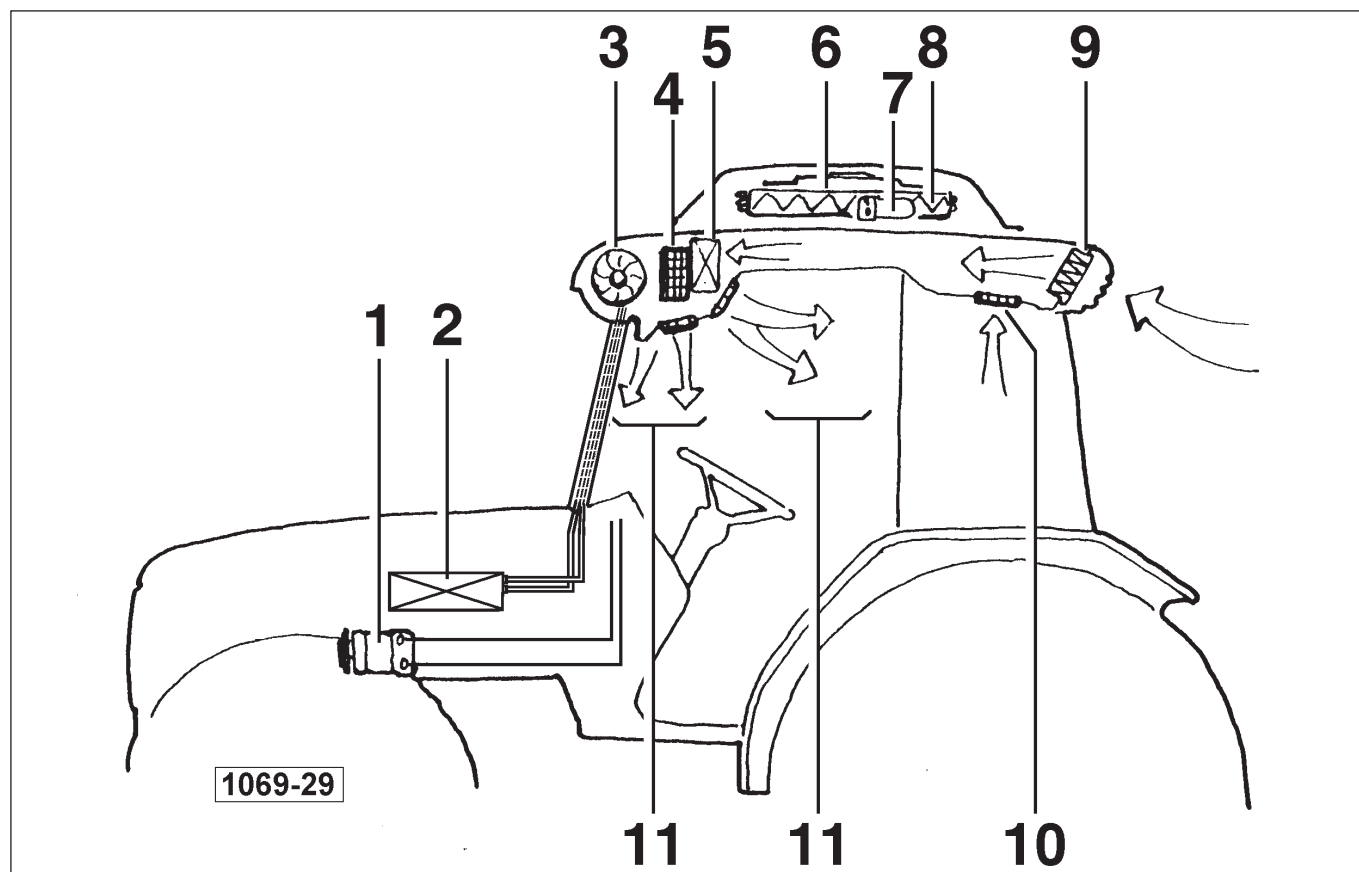

Fig. 1 - Configuration de l'installation de ventilation, chauffage et conditionnement
- 1 - Groupe de ventilation (3 fig. 1) et résistance de chauffage (4 fig. 1), placés au plafond de la cabine.
- 2 - Groupe d'alimentation, comprenant un alternateur auxiliaire (1 fig. 1), positionné devant le moteur, et actionné par une courroie commandée directement par la poulie moteur.